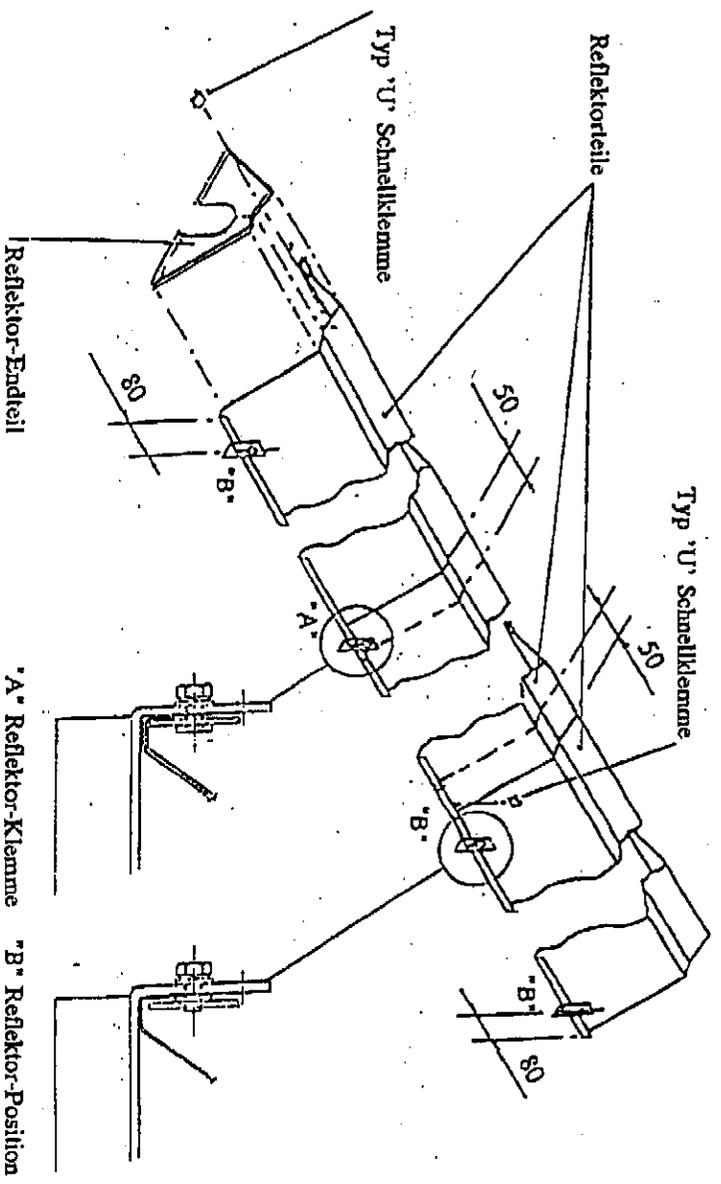

Abb. 23
**4.5.7** Legen Sie zwei der Reflektorenteile auf die Aufhängevorrichtungen und zwar so, daß ihre äußeren Kanten von der äußeren Aufhängevorrichtung 80mm überhängen (siehe Abb. 23 unten). Legen Sie das dritte Reflektorenteil über die beiden zuvor positionierten Reflektorenteile, so daß an jedem Ende ein Überhang von 50mm entsteht. Klemmen Sie das erste und das zweite Reflektorenteil da wo sie überlappen an die zweite Aufhängevorrichtung, (vom Kontrollborde), unter Gebrauch von zwei Befestigungsschrauben und M6 Satzschrauben und Dichtungsringen (Befestigungspaket). Sichern Sie das äußere Ende des Mittelreflektorenteiles zum Reflektorteil am Ventilatoreinheitende des Gerätes, unter Gebrauch von zwei U-Typ Schnellklemmen (aus dem Befestigungspaket) wie in Abb. 23 dargestellt. Schrauben Sie die restlichen (6) Befestigungsschrauben an jede der anderen Aufhängevorrichtungen um einen Platz für die Reflektorenteile zu beschaffen, wie in Abb. 23 unten gezeigt.
**4.5.8** Platzieren Sie ein Reflektorendteil über die Strahlerröhre und in ein Ende des Reflektorenteils, so daß das Endteilanssch mit dem Ende des Reflektorteiles bündig ist. Sichern Sie das Reflektorendteil an dem Reflektorteil unter Gebrauch von 6 gelieferten U-Typ Schnellklemmen (Befestigungspaket); 2 Klammern pro Facette des Reflektorteiles, wie in Abb. 23 oben gezeigt. Wiederholen Sie den Vorgang um das zweite Reflektorendteil am entgegengesetzten Ende des Reflektors anzubringen.